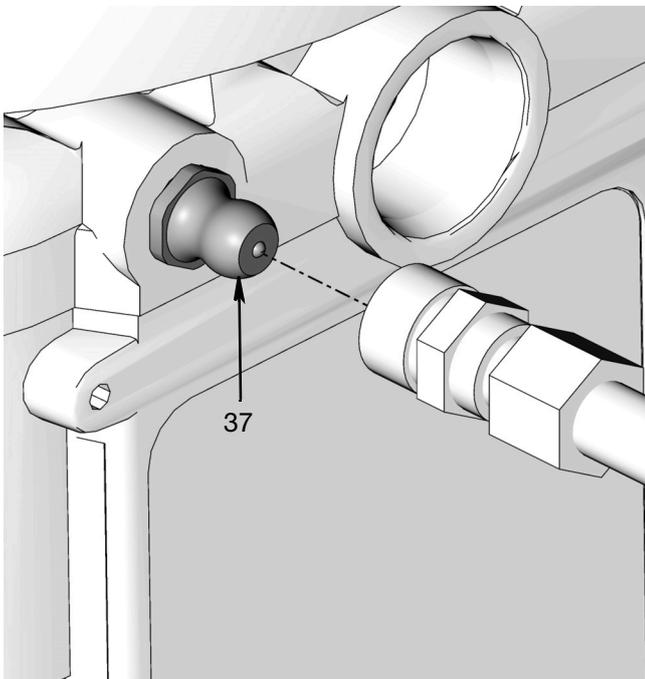

FIG. 11
1. Conecte la manguera de llenado al racor de entrada (*37) (FIG. 11).
1. Conecte la manguera de llenado al racor de entrada (FIG. 11).